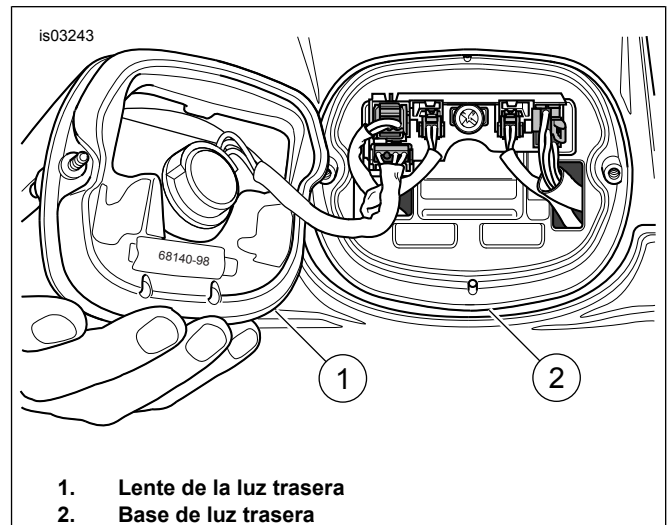

Figura 2. Extracción de la lente de la luz trasera
3. Vea la Figura 2. Quite los dos tornillos y la lente de la luz trasera (1) de la base (2).
2. Vea la Figura 2. Instale la lente de la luz trasera (1) en la base (2) usando dos tornillos.